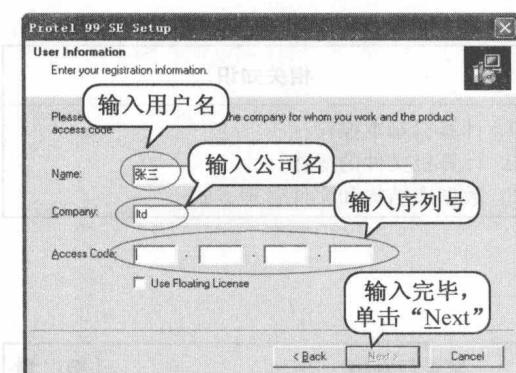
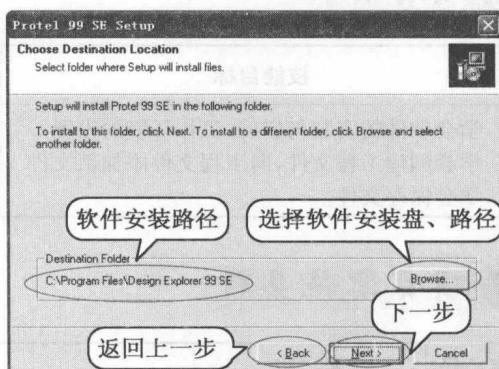

图 0-2 输入注册码
图 0-3 选择软件安装路径
- (2) 安装的过程中需要输入软件序列号, 如图 0-2 所示。选择安装路径, 如图 0-3 所示。